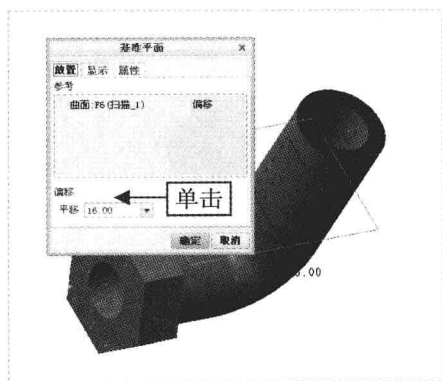

图 16-35 设置参数
Step 09 在“功能区”选项板的“模型”选项卡中，单击“基准”面板中的“平面”按钮，弹出“基准平面”对话框，在绘图区选中合适的平面作为放置参考，在“平移”数值框中输入-16 并确认，如图 16-35 所示。